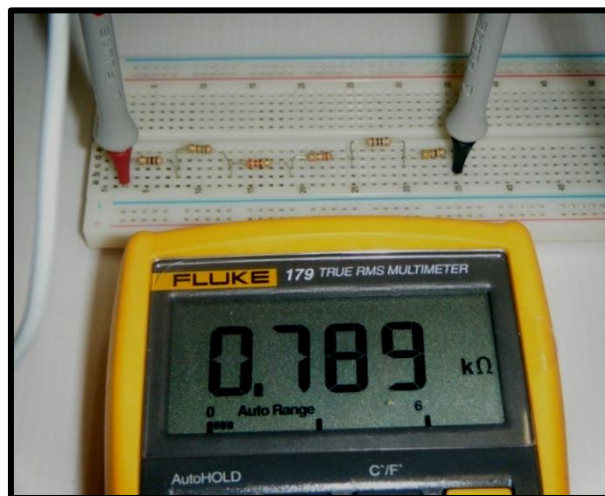

Figura 2.12. Medición de resistencia equivalente del circuito serie.
1.3 Con la resistencia calculada procede a medir la resistencia equivalente con el multímetro en función de Óhmetro, similar a lo mostrado en la *figura 2.12*.